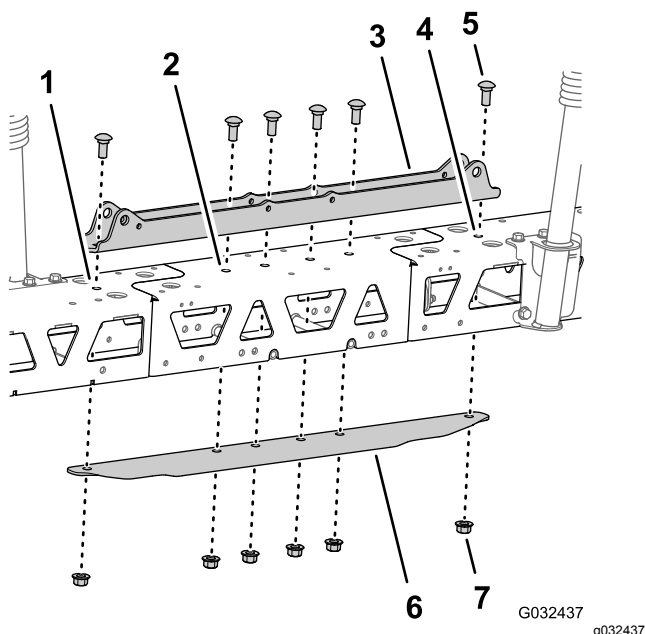

Figura 118
- Allineate i fori sul supporto del cilindro con i fori sulla linea centrale del telaio della trave mediana (**Figura 118**).
- Inserite il profilato di rinforzo nel telaio della trave mediana e delle travi esterne e allineate il foro sul profilato con i fori sulla linea centrale del telaio della trave mediana (**Figura 118**).
- Montate il supporto del cilindro, le travi, la prolunga della barra centrale e il profilato di rinforzo con i 2 bulloni a testa tonda ($\frac{1}{2}$ " x $1\frac{1}{4}$ ") e i 2 dadi di bloccaggio flangiati ($\frac{1}{2}$ ") che avete rimosso al passaggio 3 di **Rimozione degli ugelli dell'irroratrice (pagina 40)** e i 4 bulloni a testa tonda ($\frac{1}{2}$ " x $1\frac{1}{4}$ ") e i 4 dadi di bloccaggio flangiati ($\frac{1}{2}$ ") del kit di finitura dell'impianto di irrorazione GeoLink (**Figura 118**).